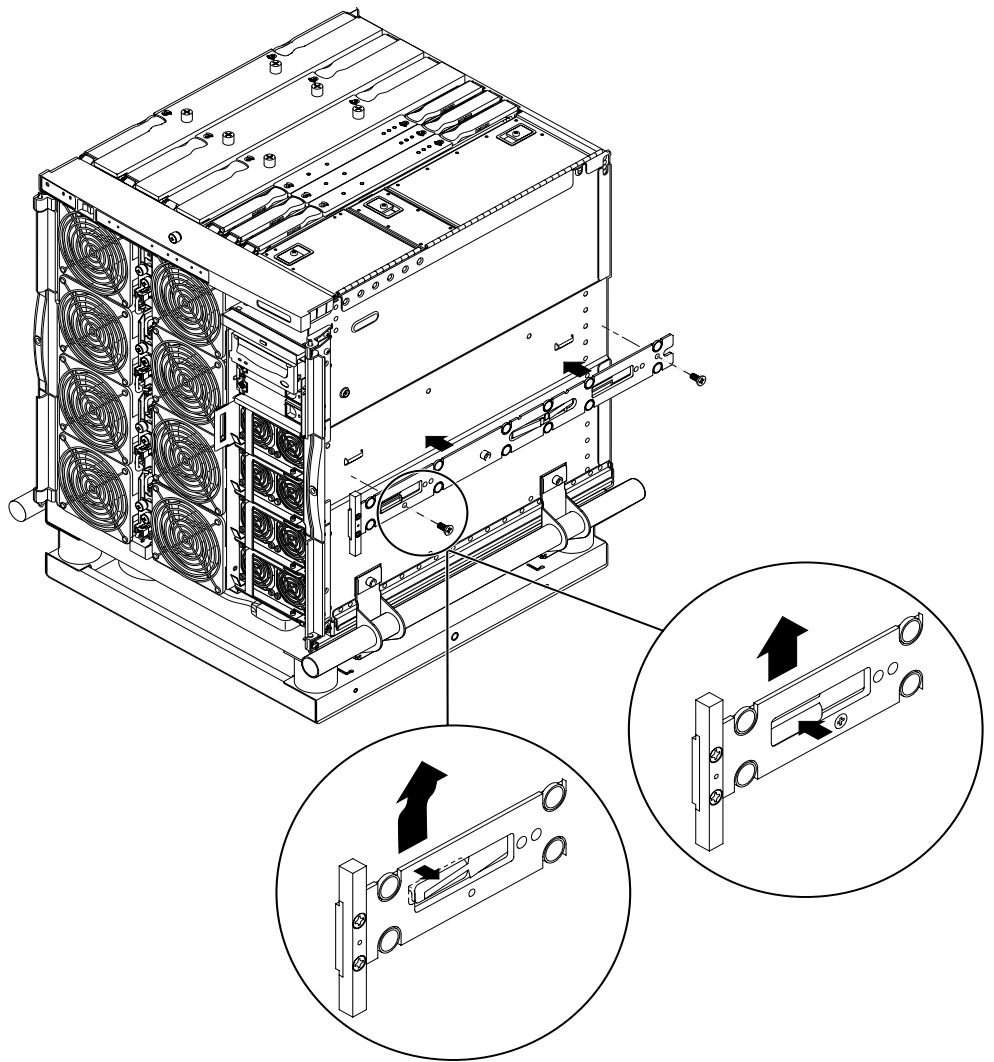

図 1-3 ばね式のクリップおよび切り込み
2. システム側にある位置決め爪がスライドの切り込みにはめ込まれるように、スライドを押し上げます (図 1-3)。